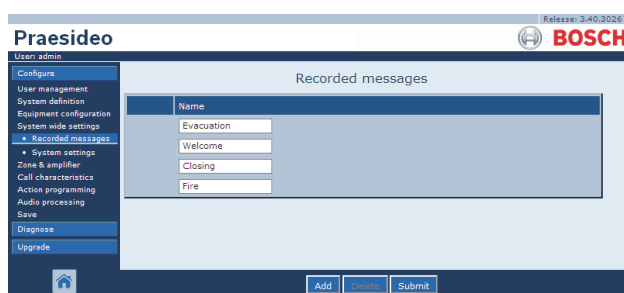

figura 45.5: Registrazione di un messaggio, passaggio 4
- 4 Fare clic sul pulsante *OK* per aggiungere il messaggio registrato all'elenco dei messaggi registrati. Nella cornice principale dell'interfaccia web, appare una schermata simile a quella in figura 45.5.